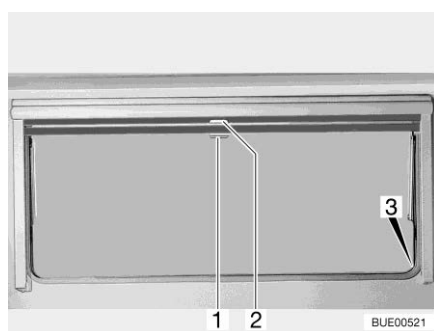

Fig. 101 Finestra apribile
- Tirare verso il basso l'oscurante a rullo accompagnandolo con la maniglia (Fig. 101,2). Quando si chiude completamente l'oscurante a rullo esso va agganciato da entrambi i lati al telaio della finestra nell'apposito elemento di fissaggio (Fig. 101,3).
- Quando l'oscurante a rullo è completamente chiuso: Spingere la maniglia (Fig. 101,2) verso il basso tirandola leggermente verso l'interno. Sganciare l'oscurante a rullo dagli elementi di fissaggio a destra e a sinistra del telaio della finestra.
- Quando l'oscurante a rullo si trova in posizione intermedia: Tirare la maniglia (Fig. 101,2) leggermente verso il basso finché l'elemento di fissaggio non si è sganciato.
- Tirare la maniglia (Fig. 101,1) della zanzariera a rullo verso il basso e agganciarla all'elemento di fissaggio (Fig. 101,3) su entrambi i lati del telaio della finestra.
- Spingere la maniglia (Fig. 101,1) verso il basso tirandola leggermente verso l'interno. Sganciare la zanzariera a rullo dagli elementi di fissaggio a destra e a sinistra del telaio della finestra.